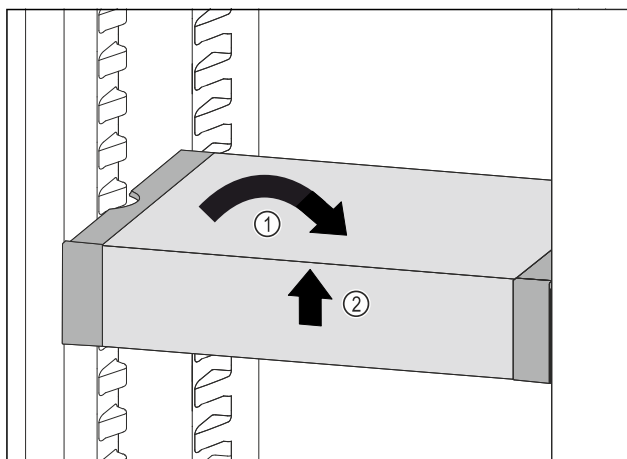

Fig. 124
- ▶ VarioSafe ustawić prosto. *Fig. 124 (1)*
- ▶ VarioSafe unieść z przodu. *Fig. 124 (2)*